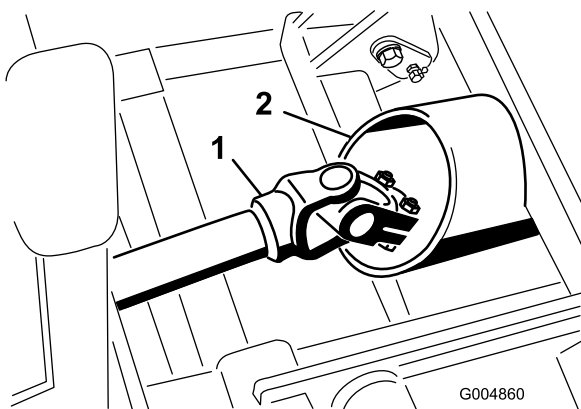

Рисунок 105
27. Осторожно подкатите узел зимней рамы в нужное положение, одновременно направив ведущий вал сквозь трубу рамы (Рисунок 105).